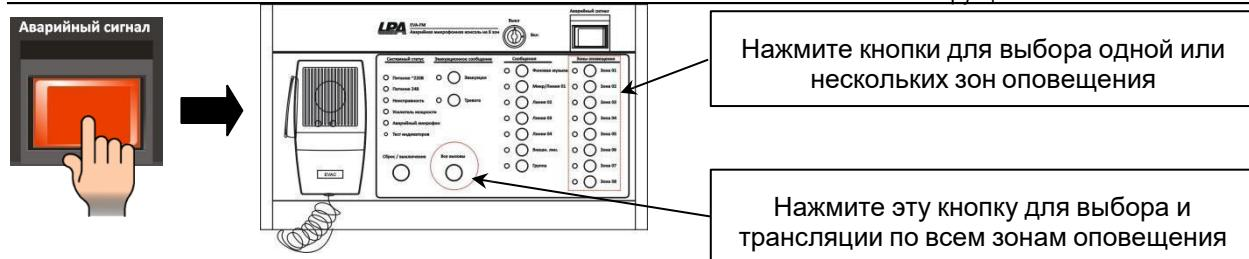

Рис. 4.42. Выбор зон оповещения с микрофонной консолью LPA-EVA-FM для трансляции в аварийном режиме
- b. Выберите на консоли LPA-EVA-FM зоны / группы оповещения или все имеющиеся зоны / группы, нажав соответствующие кнопки, в которых должно транслироваться аварийное речевое сообщение системы эвакуации, как показано на Рис. 4.42).